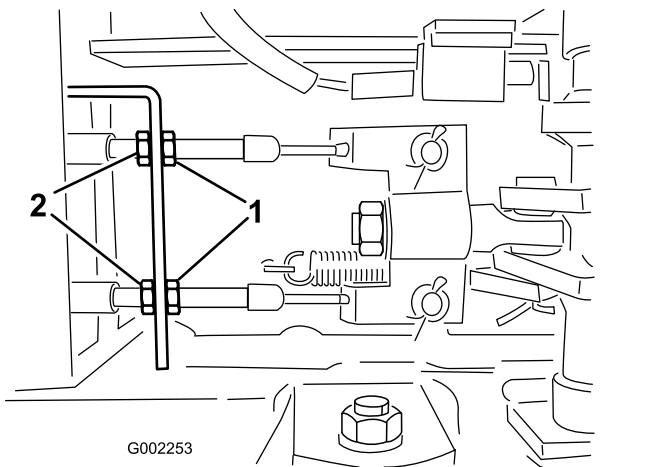

Figure 92
5. Desserrez les écrous de blocage avant sur les câbles de frein, sous l'extrémité avant du pulvérisateur (Figure 92).
6. Serrez les écrous de blocage arrière uniformément jusqu'à ce que la pédale s'enfoncé de 1 à 2 cm avant que vous sentiez une résistance (Figure 92).